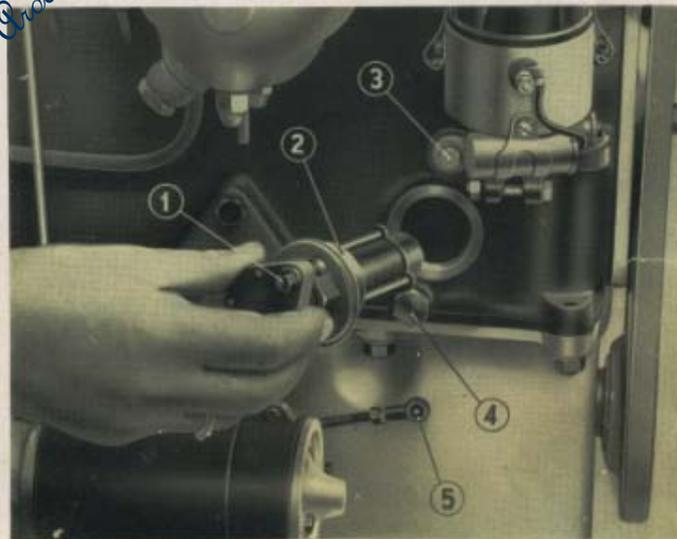

Fig. 21. Smontaggio del filtro a lamelle.
Sul lato destro del blocco cilindri, immediatamente sotto lo spinterogeno è incorporato, in posizione orizzontale, il filtro autopulitore a lamelle (2) (vedi fig. 21).
Ogni 2000 km. di percorso della vettura è bene far compiere al filtro, col motore avviato, una rotazione a mano di almeno due giri e scaricare le impurità svitando l'apposito tappo (4) situato immediatamente sotto il filtro stesso (vedere fig. 21).